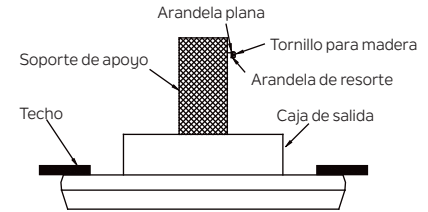

Figura 6
**Paso 1.** Inserte un tornillo para madera y arandelas en el costado de la abrazadera que sostiene la caja de salida. Deje 3 mm (1/8") de espacio entre el soporte de apoyo y la arandela. (Figura 6)